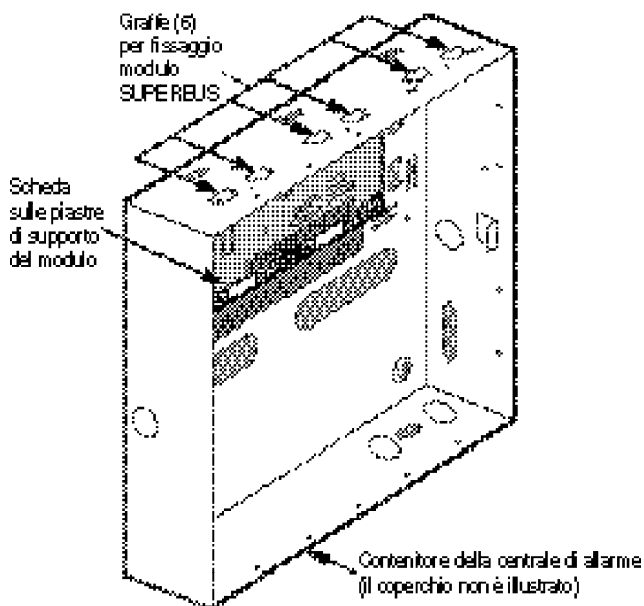

Figura 3. Fissaggio del modulo all'interno del contenitore della centrale di allarme
3. Fare scorrere la parte superiore delle piastre di supporto nelle graffe di fissaggio del modulo in alto a sinistra sul contenitore della centrale di allarme (vedere Figura 3).
4. Sollevare il gruppo delle piastre di supporto fino a toccare la linguetta nella parete sinistra del contenitore (non illustrata) ed i supporti isolanti siano allineati con i fori della piastra di supporto inferiore (vedere il particolare in Figura 3).